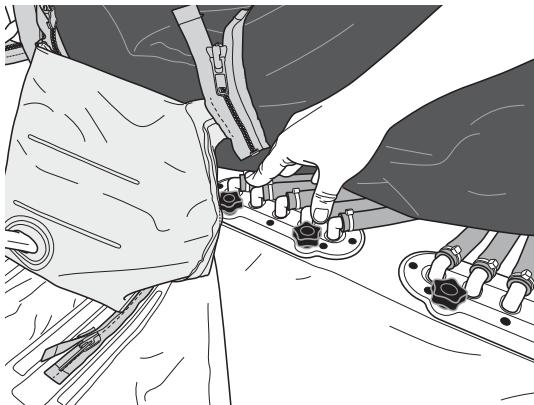

图 7：在空气连接器上用力按
3. 如果床垫未充气或听到漏气声，则检查 CPR 阀是否关闭。检查床垫与床架的连接点是否漏气。请参考“连接一体化气垫”一节中的图 7 以拧紧该接头。